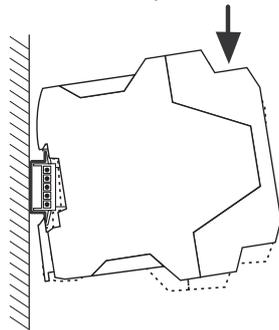

Figura 3-10 Montaje del controlador de seguridad MSI 200 en el carril
3. Tal y como se muestra en Figura 3-10, debe colocarse el módulo desde arriba en el carril de forma que la ranura de fijación superior del módulo encaje en el borde superior del carril.